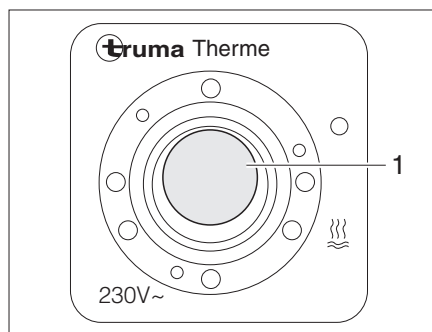

Fig. 123 Conmutador de mando para calentador Therme
El modo de funcionamiento eléctrico se conecta con el conmutador de mando (Fig. 123). La luz de control (Fig. 123,1) del interruptor tiene que encenderse.
- Conectar el conmutador de mando (Fig. 123). La luz de control (Fig. 123,1) del interruptor se enciende.
- Desconectar el conmutador de mando (Fig. 123). La luz de control (Fig. 123,1) en el interruptor se apaga.
- Desconectar el conmutador de mando (Fig. 123). La luz de control (Fig. 123,1) en el interruptor no está iluminada.